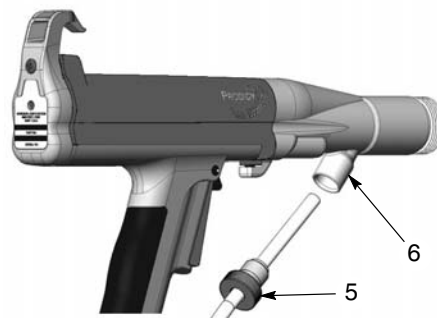

Figura 18 Demontați butonul de blocare și tubulatura pentru pulbere
4. A se vedea Figura 18. Deșurubați butonul de blocare (5) de pe adaptorul pentru pistol (6).